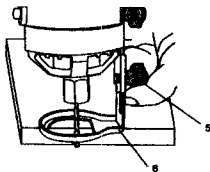

Fig. 5
1. Ajuste la profundidad de la bancada de manos libres aflojando la perilla del medidor de profundidad (5) y deslice la bancada (6) hacia adentro o hacia afuera según lo requiera (ver la fig. 5).
4. Ajuste la profundidad de la bancada tal como en la fig. 5.